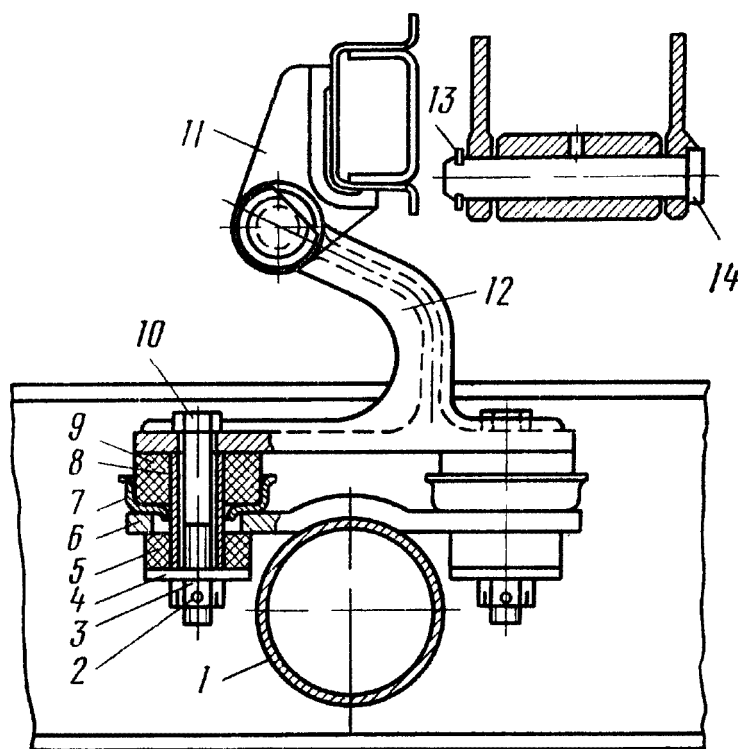

Рис. 118. Передние опоры кабины:
- расшплинтуйте и отверните гайку 3 (рис. 118) болта 10 крепления верхнего кронштейна 12 передней шарнирной опоры;
При необходимости замены подушек передних шарнирных опор (см. рис. 118) расшплинтуйте и отверните гайки 3 болтов 10 крепления верхних и нижних кронштейнов, снимите шайбы и нижние резиновые подушки. Приподнимите кабину над поперечиной 1 рамы, выньте болты из опоры и снимите верхние резиновые подушки 9 в сборе с чашкой 7 и распорными втулками 8 из нижнего кронштейна 6. Проверьте и, при необходимости, замените детали шарнирных опор. Перед постановкой пальцев 14 в кронштейны смажьте их и отверстия в кронштейнах смазкой солидол Ж. После сборки опоры зашплинтуйте гайки.